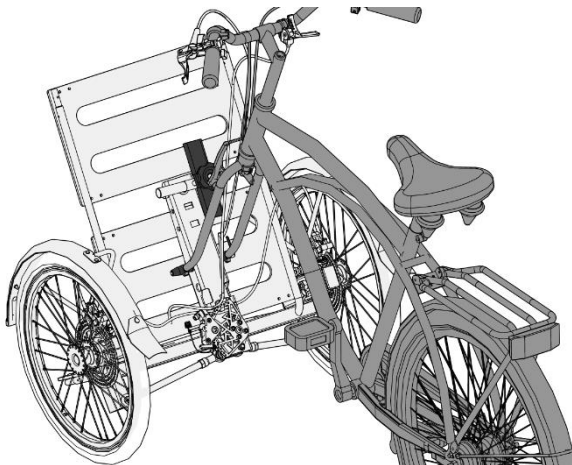

Figure 63 - Désolidarisation de l'AddBike+
- Soulevez le vélo afin de le retirer de l'AddBike+ au sol (Cf. figure 63).